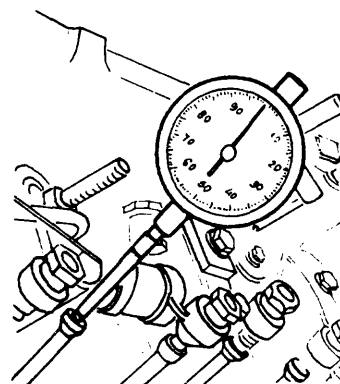

Fig. 2
- a Coloque el indicador de cuadrante (fig. 2) y controle el desplazamiento de la varilla alza válvula, hasta lograr la lectura mínima.